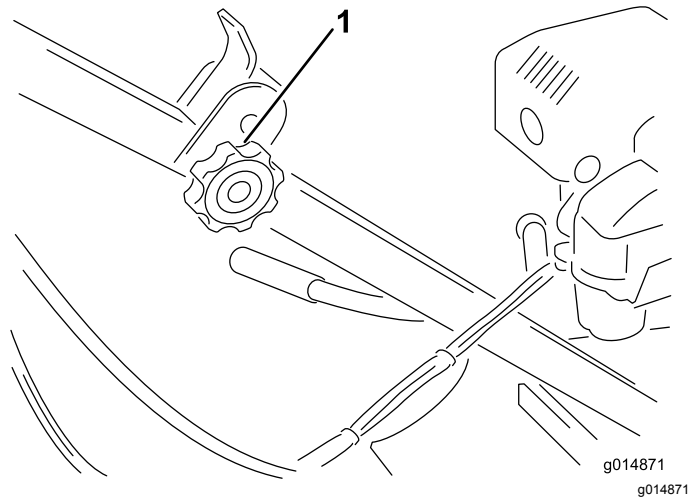

Figura 4
1. Desenrosque el pomo de desbloqueo del manillar de la máquina (Figura 4).